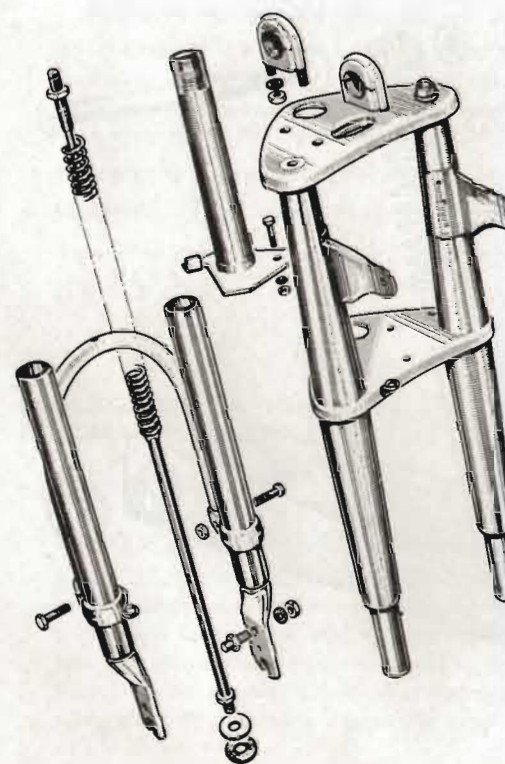

Fig. 50
- Pour sortir les ressorts, dévisser par la tringle inférieure et retirer l'ensemble tringle et ressort. Attention à la rondelle plate et à la rondelle d'étanchéité en caoutchouc (fourche 39787 - fig. 50).